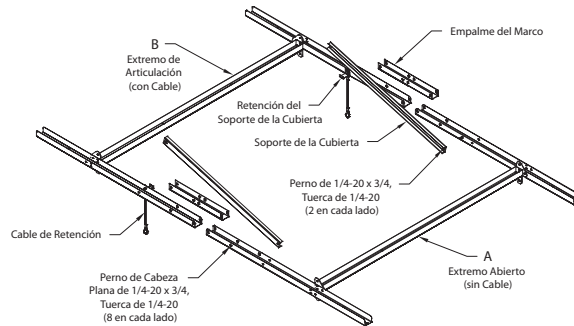

Figura 4 — Conjunto del Marco de la Cubierta 3FKE2 y 3FKE3
2. Consulte la Figura 4. Monte A y B usando (1) empalme del marco y (8) pernos de cabeza plana de 1/4-20 x 3/4 y (8) tuercas de 1/4-20 por lado.
3. Consulte la Figura 4. Apriete el soporte de la cubierta a cada lado del marco usando (2) pernos de 1/4-20 x 3/4 y (2) tuercas de 1/4-20. Asegure temporalmente los soportes de la cubierta para mantener la posición hasta que la cubierta esté completamente ensamblada.